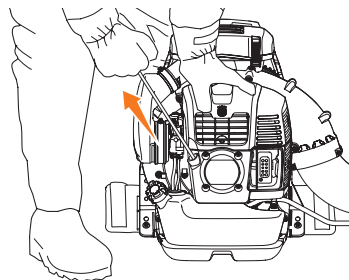

Рис. 10
- Быстро и сильно резко потяните за шнур (Рис. 10).